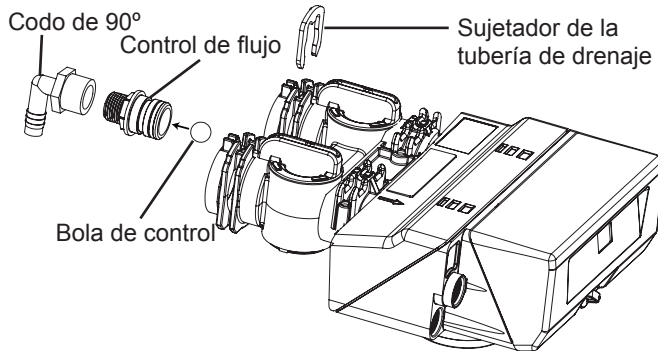

Figura 24
- Ubique las piezas y un rollo de cinta de Teflón. Se deben retirar los adaptadores de la cañería (Figura 24 Instalación del conector).
3. Para retirar el sujetador, introduzca una cuchilla plana debajo del centro superior del sujetador y levante (haciendo palanca hacia arriba) (Figura 24 Instalación del conector)